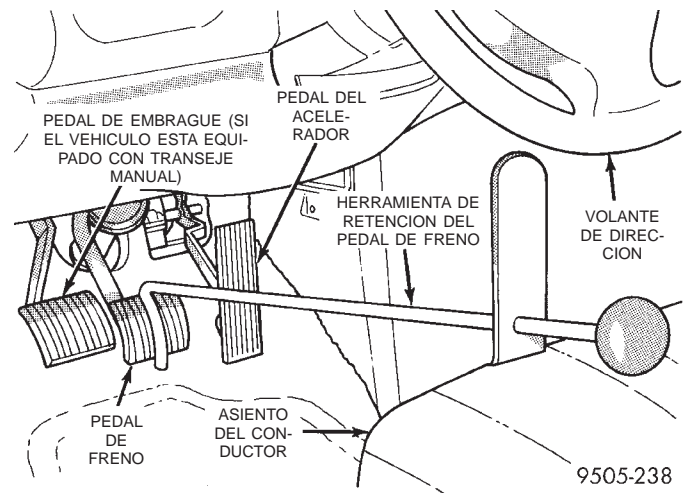

Fig. 30 Herramienta de retención del pedal de freno
(1) Con una herramienta de retención del pedal, tal como se muestra en la (Fig. 30), presione el pedal de freno hasta más allá de los primeros 254 mm (1 pulg.) de recorrido y reténgalo en esa posición. Esto aislará al cilindro maestro respecto del sistema de frenos hidráulicos y no permitirá que el líquido de frenos drene fuera del depósito del cilindro maestro.